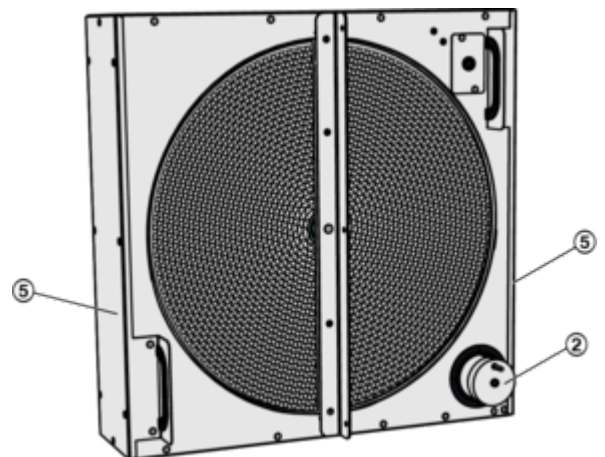

Abb. 46: RWT
6. ▶ RWT aus Gerät heraus ziehen und zur Wartung den RWT aufrecht hinstellen (Motor rechts unten, Abb. 46 /2).
Beide seitlichen Deckel (Abb. 46 /5) demontieren (jeweils 10 Schrauben).